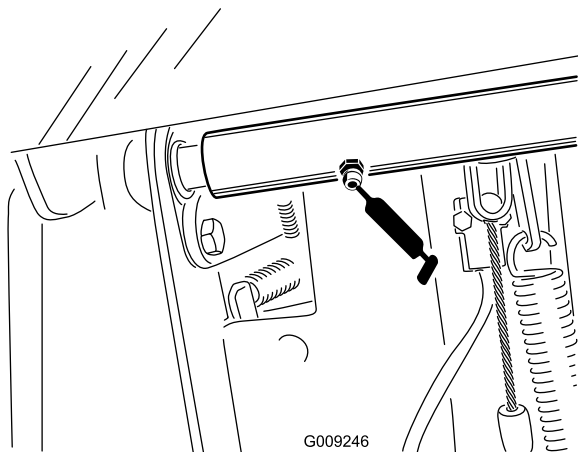

Figura 34
- 2 cuscinetti orientabili dell'albero del freno (Figura 34)